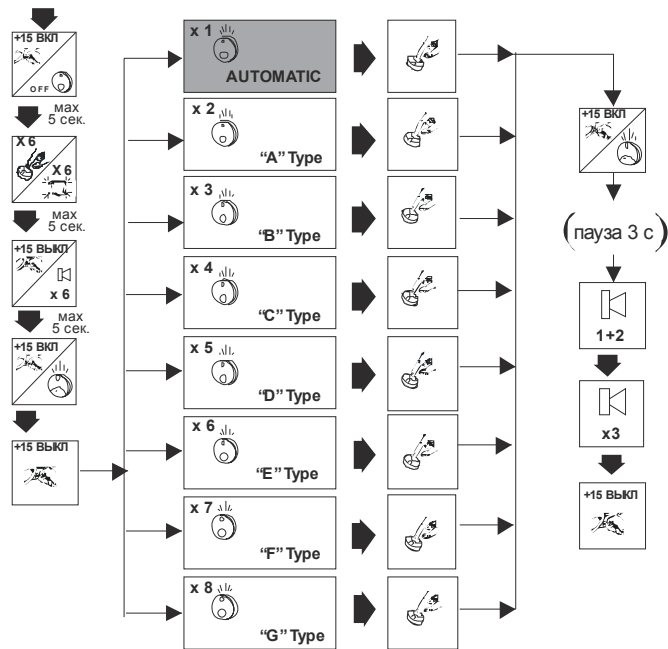

Рис.8.3. Процедура конфигурирования системы.
Система **HPB VW CAN** взаимодействует через информационную шину CAN Bus с оборудованием различных моделей автомобилей, производимых концерном VOLKSWAGEN A.G. Полный список автомобилей, с которыми совместима система, представлен в **Приложении** к настоящему описанию. Каждый из вариантов отличается набором команд и алгоритмов управления исполнительными устройствами – прикладными протоколами. После завершения монтажа системы и подключения напряжения питания необходимо выбрать из **Приложения** конкретный вариант (столбец **Программируемая конфигурация**) и провести процедуру программирования системы (рис..8.3):
- включить/выключить зажигание. Светодиод отдельными вспышками начнет отсчет. Отсчитав количество вспышек, соответствующее требуемому варианту (см. рис.8.3), нажать служебную кнопку;